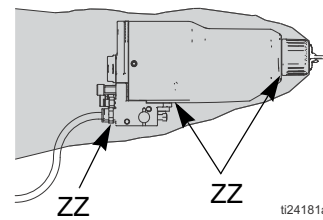

FIG. 13. . Akışkan Sızıntısını Kontrol Etme
Çalışma sırasında, tabanca tabakasının (ZZ) tüm açıklıklarını akışkan varlığı yönünden kontrol edin. Bkz. FIGURE 13. Bu alanlardaki akışkan tabaka sızıntısını gösterir, bu ise akışkan boru bağlantılarındaki sızıntılardan veya akışkan keçesi sızıntısından kaynaklanabilir.